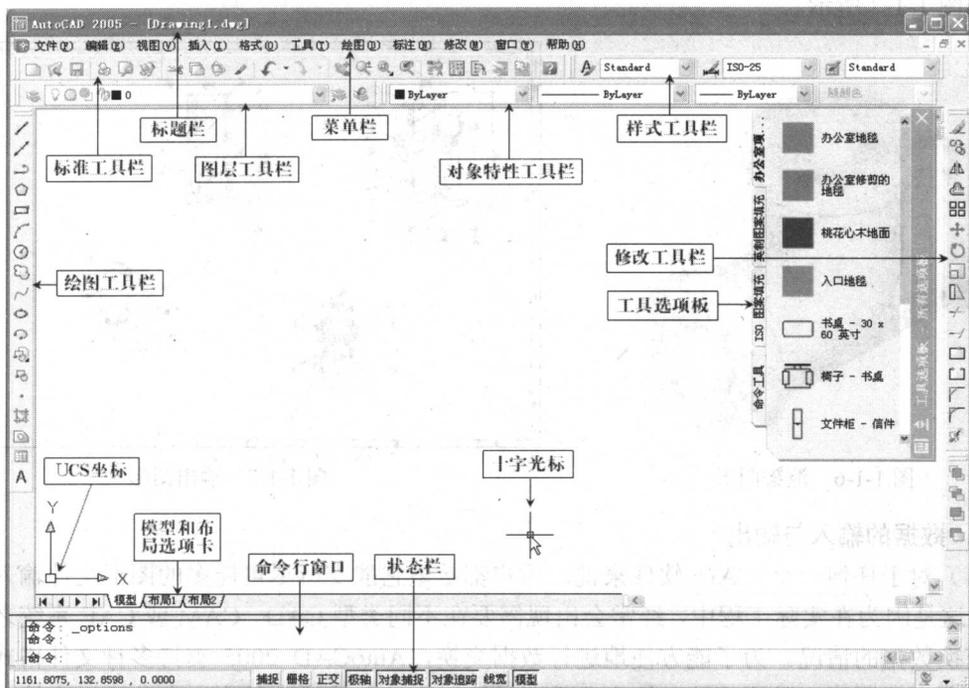

图 1-1-8 AutoCAD 2005 的工作界面
(1) 在开始菜单的程序选项中,单击“Autodesk”→“AutoCAD 2005”→“AutoCAD 2005”菜单命令,或双击桌面上的 AutoCAD 2005 快捷图标,即可启动 AutoCAD 2005。
(2) 启动中文 AutoCAD 2005 后,系统即进入中文 AutoCAD 2005 的工作界面。该界面由标题栏、菜单栏、工具栏、工具选项板、绘图区、坐标系图标、模型与布局选项卡、命令行窗口、功能按钮、状态栏等几部分组成,如图 1-1-8 所示。